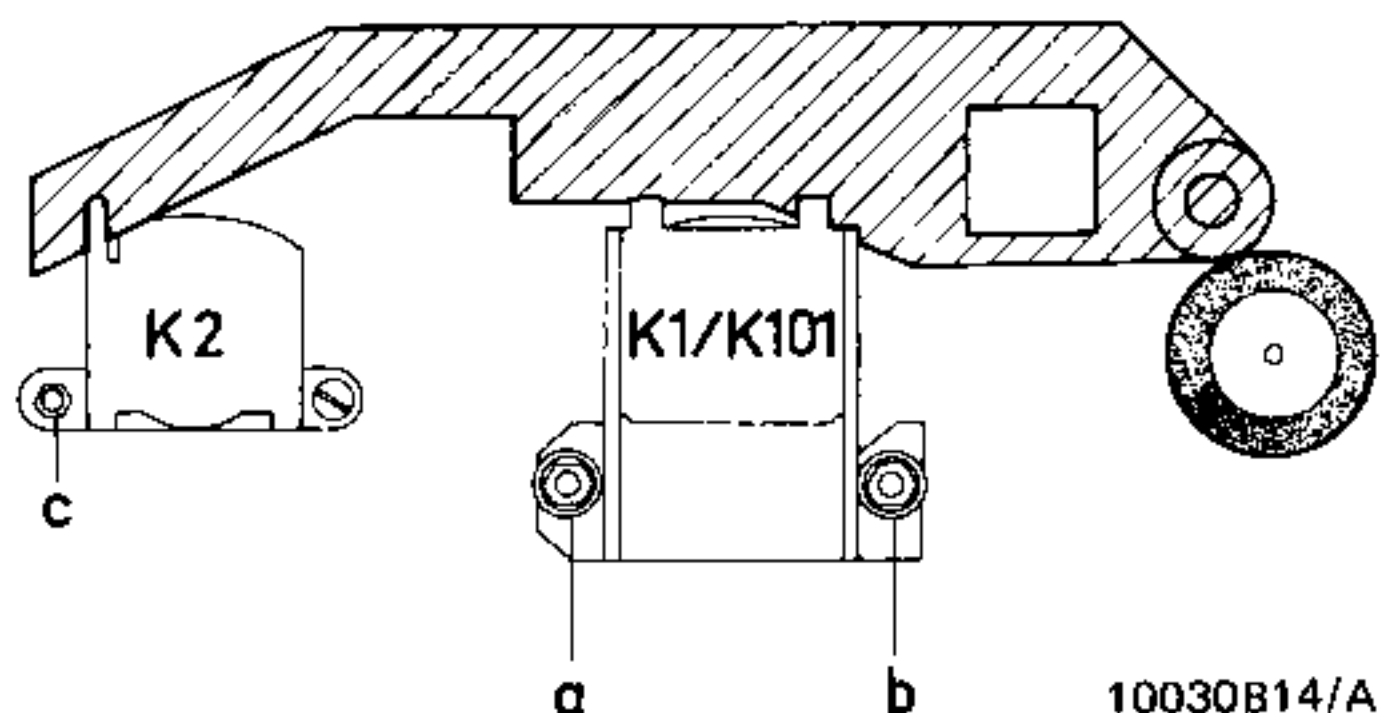

Fig. 5
a. Hoogte opneem-weergeefkop (Fig. 5)